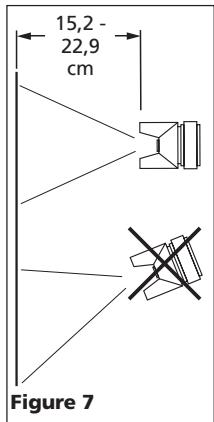

Figure 7
1. Commencer à pulvéreriser. Toujours garder le pistolet à angles droit par rapport à l'objet de travail (Voir Figure 7).